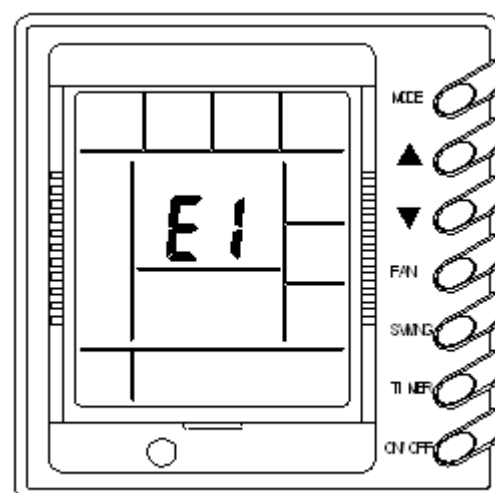

Рис. 9
### 8 ) Сигналы о неполадках ( Рис. 9 )
- ❖ Если возникла неисправность кондиционера, ее код появляется в зоне дисплея, где обычно отображается температура воздуха. На рис. 9 показан код неисправности E1 – значит, сработала защита компрессора по высокому давлению